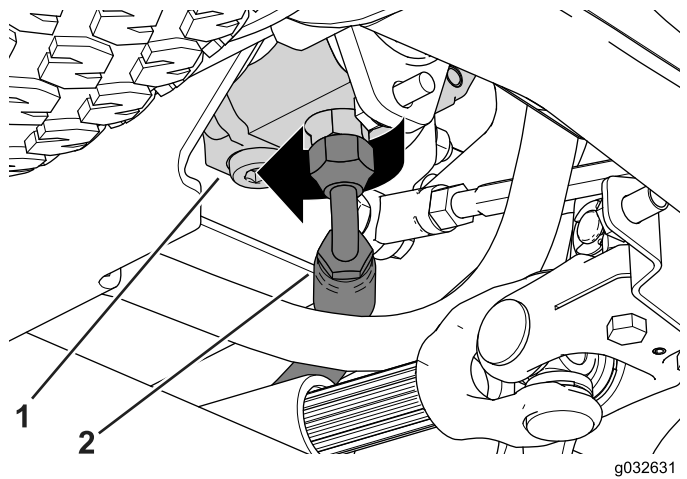

Figura 80
1. En la bomba de engranajes, afloje el acoplamiento de la manguera de alimentación y gírelo hacia la parte delantera de la máquina (Figura 80).